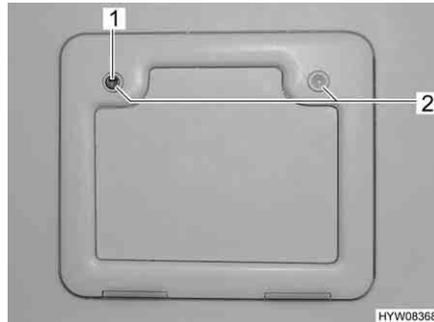

Bild 10 Außenklappe Thetford-Kassette
- Schlüssel in Schließzylinder des Druckschlusses (Bild 10,1) stecken und eine viertel Umdrehung drehen.
- Beide Druckschlösser (Bild 10,2) gleichzeitig mit dem Daumen drücken und Außenklappe öffnen.
- Schlüssel in Schließzylinder (Bild 10,1) stecken und eine viertel Umdrehung drehen.